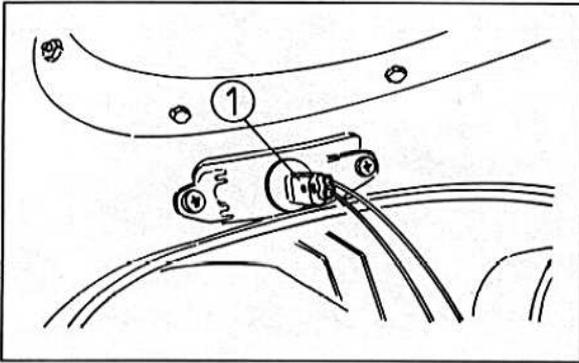

Bild 371
- Die Steckverbinder der vorderen Lampen abziehen (Bild 371).